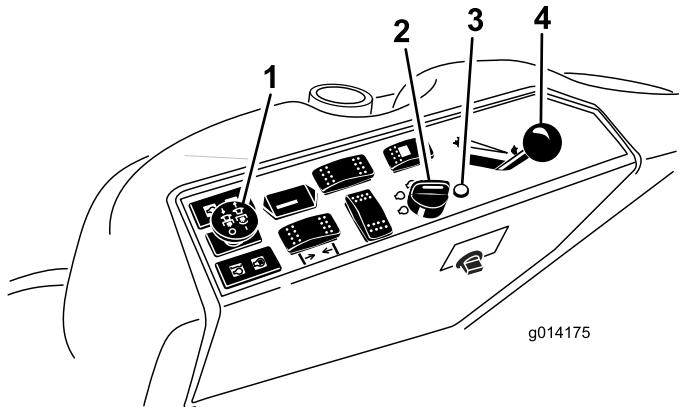

図 13
4. PTO スイッチをOFF 位置とする(図 13)。
5. スロットルレバーを Fast と Slow の中間にセットする（図 13）。